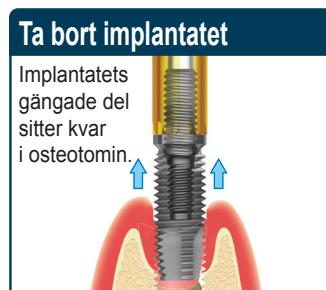

Fig. 7
- Greppa det utdragna implantatet (fig. 7) med en kraftig tång (fig. 8) och vrid den ännu fastskruvade fixturutdragaren **medurs**. Fixturutdragaren kan steriliseras och återanvändas.